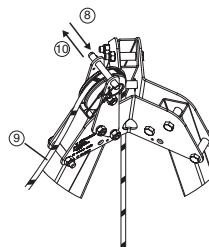

Fig. 10
8. Fjern kuglebollen, der sidder over vendeskiven øverst på tracpode trefoden (Fig.10, 8).
9. Før derope™ apparatets fald omkring vendeskiven (Fig.10, 9).
10. Sæt kuglebollen i igen for at forhindre faldet i at springe af vendeskiven (Fig. 10, 10).